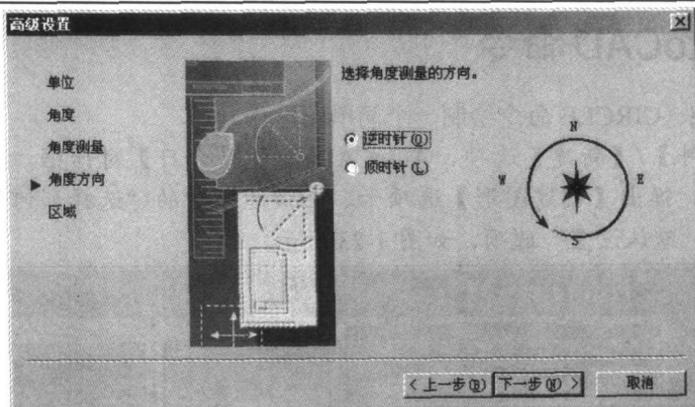

图1-20 设置角度测量的方向
5. 单击 **下一步(N) >** 按钮，弹出如图 1-20 所示的对话框，在此对话框中设置角度测量的方向。